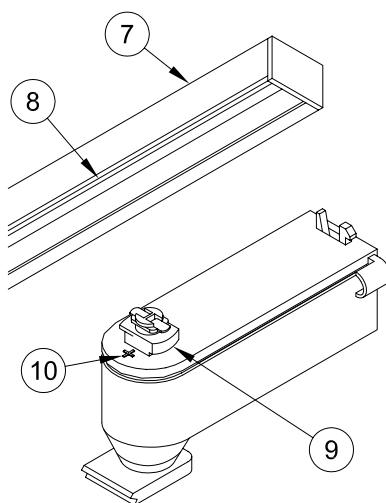

FIGURE 2
2.- Note that one side of the Track (7) has a Polarity Notch (8). Position mounting head Support Wings (9) parallel to Track with the (+) Sign (10) on same side as the Polarity Notch (8). See Figure 2.
2.- Notez bien qu'un côté (7) du rail est muni d'un cran polarisé (8). Situez les ailes de support de la tête de montage (9) en position parallèle au rail avec le signe (+) (10) du même côté que le cran polarisé (8). Voir la Figure 2.